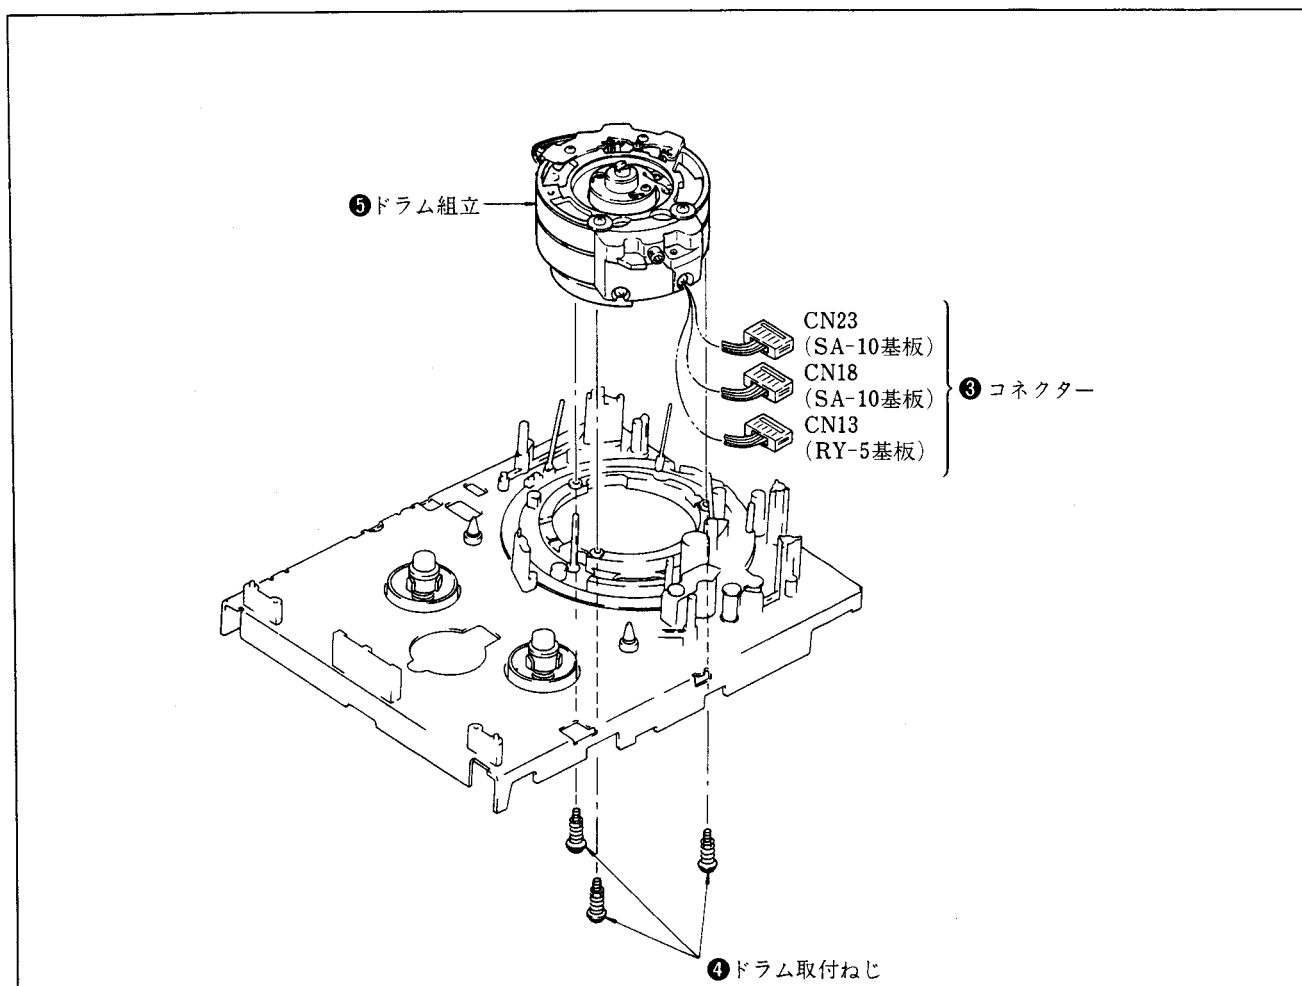

図3-6. ドラム組立の外し方
- 4) シャーシー裏側からコネクタ③3本を外す(図3-6.)
- 5) シャーシー裏側から、ドラム取付ねじ④3本を外しドラム組立本体⑤を外す。